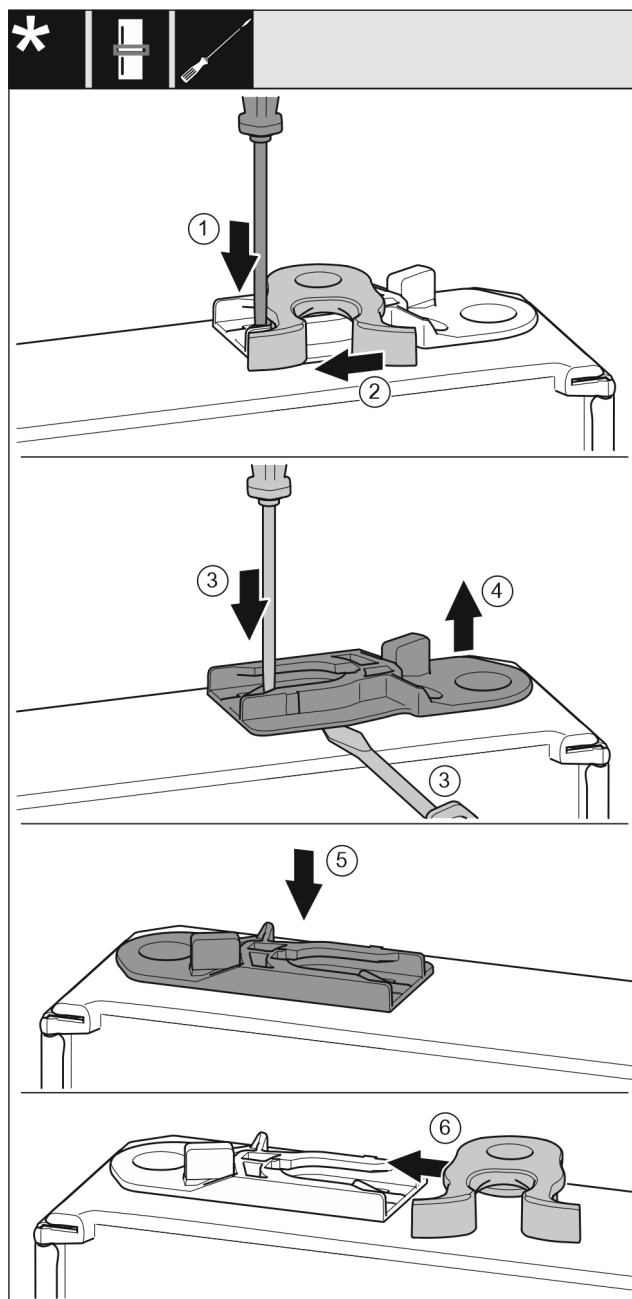

Fig. 50 *
- Potisnite spono Fig. 50 (1) navzdol s ploščatim izvijačem.*
- Povlecite zapiralni kavelj Fig. 50 (2) ven iz vodila.*
- Izvlecite vodilno pušo Fig. 50 (3, 4): Pritisnite spono s ploščatim izvijačem in jo hkrati potisnite pod vodilno pušo.*
- Vstavite vodilno pušo Fig. 50 (5), ki je del obsega dobave, na drugi strani ohišja.*
- Potisnite zapiralni kavelj Fig. 50 (6) v vodilo.*